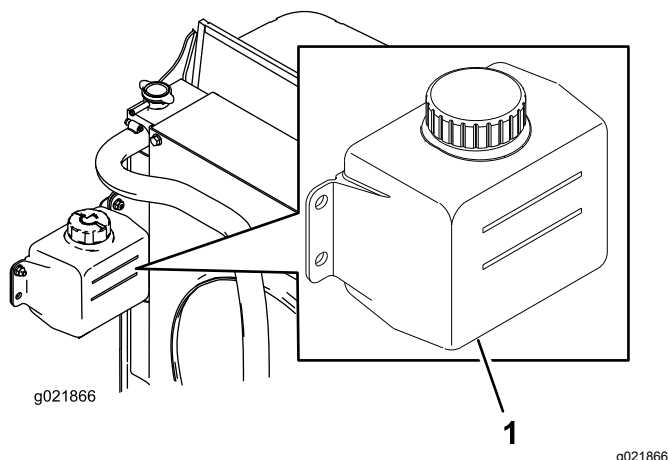

Bild 29
1. Prüfen Sie den Kühlmittelstand im Ausdehnungsgefäß (Bild 29).